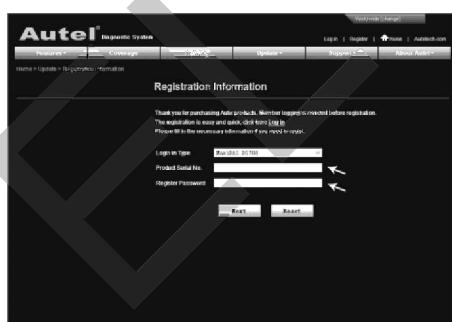

Рисунок 6-2
4. Введите серийный номер сканера и регистрационный пароль, а затем нажмите кнопку **Next [Далее]**. См. рисунок 6-2.